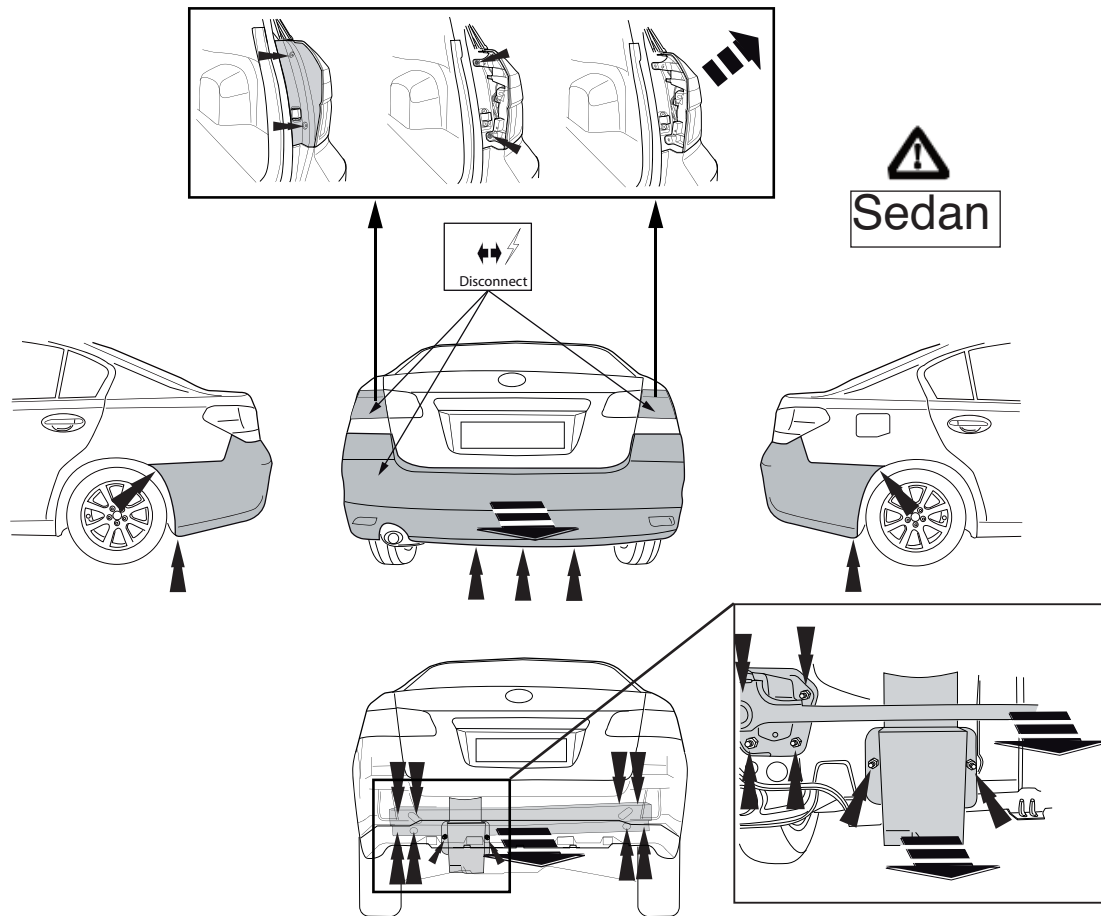

Fig. 1
1. Снять бампер. См. рисунок 1 и 2.
2. Снять поперечный брус автомобиля. См. рисунок 1 и 2.